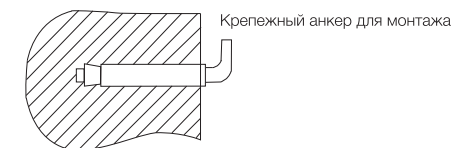

Рис. 5
- После выбора места монтажа определите места под два крепежных болта с крючками (в зависимости от спецификаций выбранного изделия). Прodelайте в стене два отверстия необходимой глубины с помощью сверла размером, соответствующим размеру крепежных болтов, вставьте винты, поверните крюк вверх, плотно затяните гайки, а затем установите на него электрический водонагреватель (см. рис. 5).